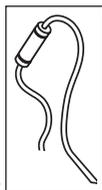

Рис. 16
- Разберите трубы вода/воздух с крышки и соедините их при помощи поставленного быстроразъемного фитинга, как показано на Рис. 16.